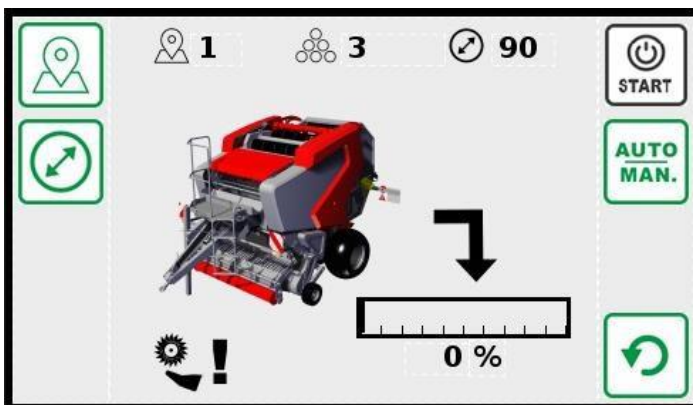

Figura 41. Panel de control: cierre de la cámara trasera
Una vez que la paca se haya descargado de la cámara, el gráfico de la figura 41 se mostrará en la pantalla del panel de control; cierre la cámara trasera y empiece la formación de siguientes pacas o termine la operación.
- Abra la compuerta trasera utilizando la válvula de simple efecto; la paca saldrá rodando por el expulsor hasta el suelo y el panel de control mostrará la pantalla de la figura 41;